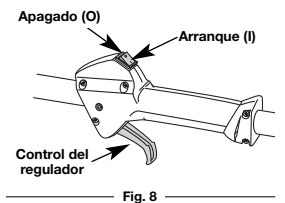

Fig. 8
**NOTA:** No hay necesidad de encender la unidad. El Control de Parada Arranque y Apagado está en la posición Arranque (I), en todo momento (Fig. 8).
2. Oprima y mantenga oprímido el control de encendido y apagado en la posición de APAGADO (O) hasta que el motor se detenga por completo (Fig. 8).